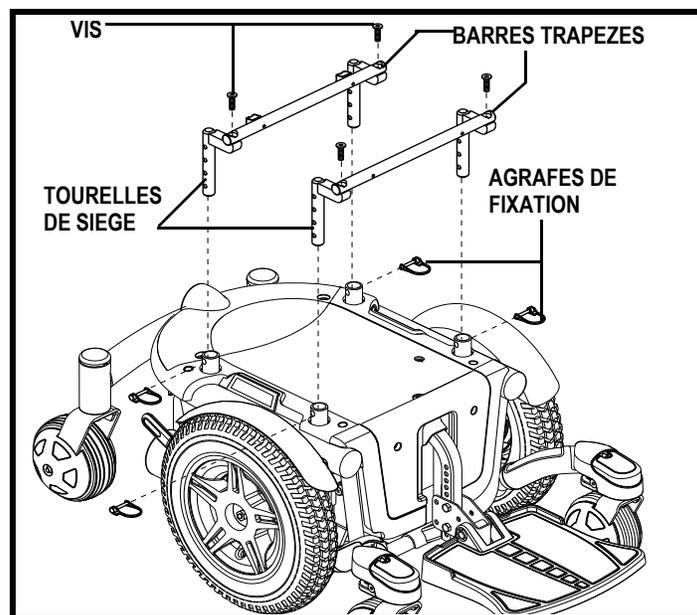

Figure 15. Réglage du siège- Barres trapèzes
7. Desserrez les vis qui retiennent la barre trapèze aux tourelles de siège. Voir la figure 15.
8. Retirez les agrafes de fixation des tourelles sur la base motorisée. Voir la figure 15.